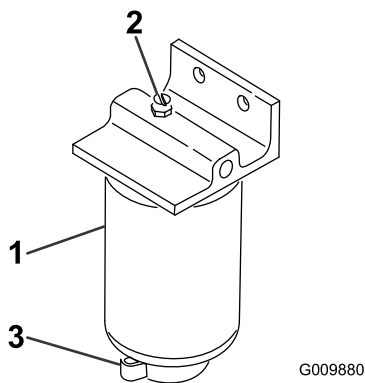

Рисунок 55
2. Открутите сливной кран в днище стакана фильтра (Рисунок 55).
1. Очистите область крепления стакана фильтра (Рисунок 55).